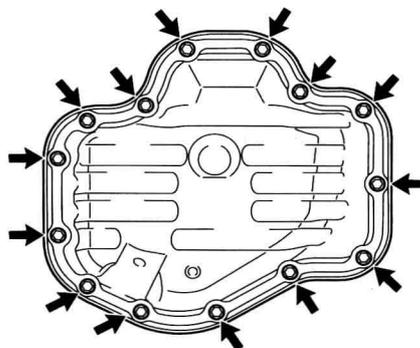

图 1-4 拆卸 12 个螺栓和 2 个螺母
(1) 拆卸 12 个螺栓和 2 个螺母，如图 1-4 所示。